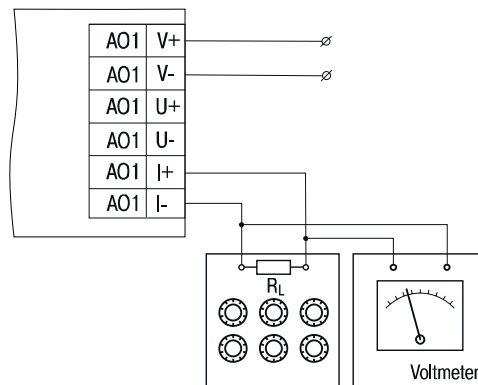

Abb. 6.3 Eingangsanschluss der Strom-Referenzsignalquelle ($R_L < 300 \Omega$)
1. Schließen Sie die Referenzsignalquelle gemäß Abb. 6.3 oder 6.4 an den Ausgang an.